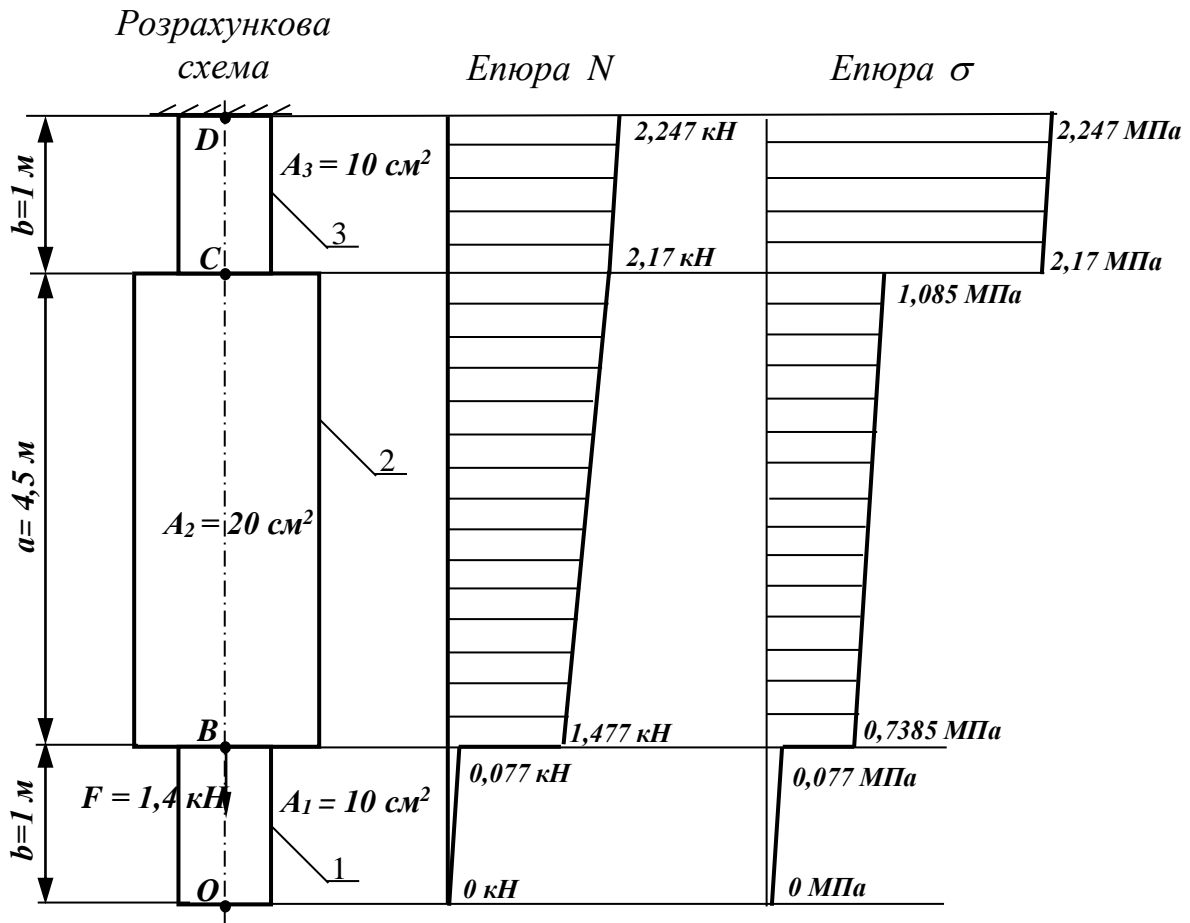

Рисунок 2
**Етап 2.** За виконаними розрахунками для кожної ділянки стрижня у прийнятому масштабі будуються епюри  $N$  і  $\sigma$  (рисунок 2).